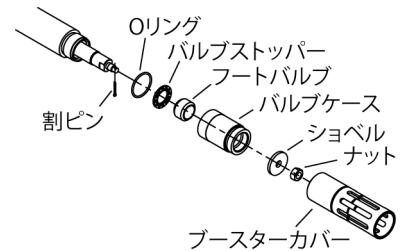

Fig.19
- 8) ブースターカバーにパイプレンチを掛けてねじ戻し外し、さらに割ピン、ナット、ショベルを取外してください。(Fig.19)